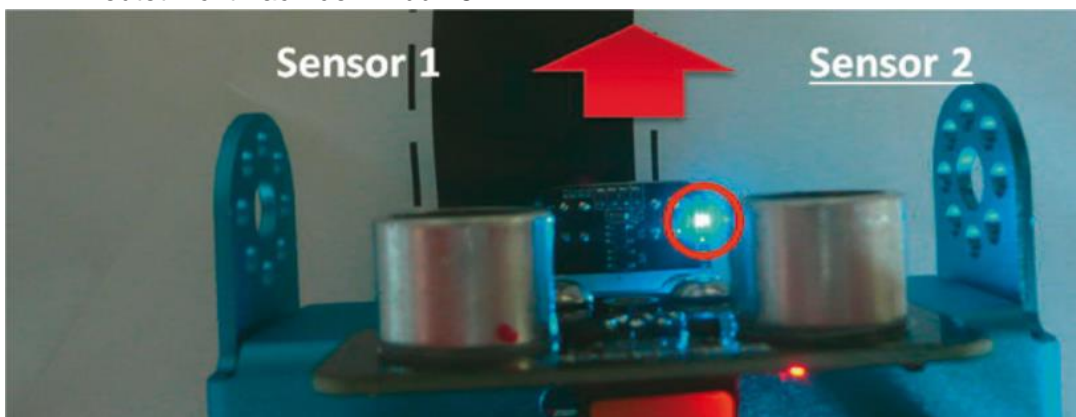

Abbildung 18:Linienfolgers-Sensor (Quelle[Open Robotik für Maker])
2. Möglichkeit: Rechts neben der Spur, die rechts Led leuchtet, aber die links Led leuchtet nicht nach dem Abb.18